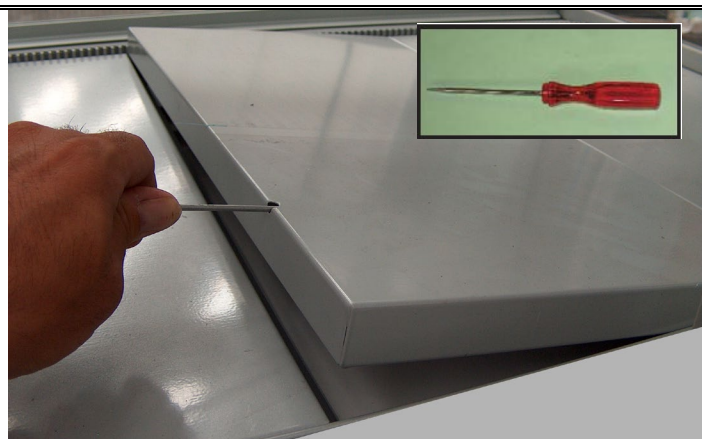

Fig. 1
- Rimuovere i piani esposizione (fig. 1)